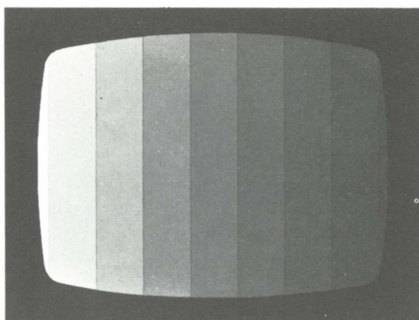

Fig. 8
7. „Grautreppe“ oder Testbild empfangen. Es dürfen nur unwesentliche Farbtönungen in den einzelnen Graustufen auftreten (Fig. 8).